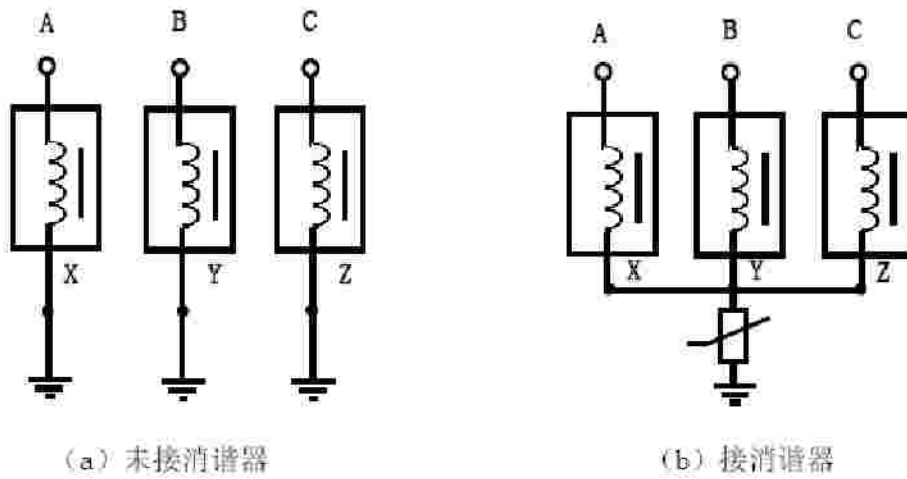

图 2 三只单相 P, T 分别接地安装消谐器的改接方法
6.1 LY-LXQ型消谐装置的本体必须安装在压变中性点与地之间，下端固定接地，上端接中性点。如图2所示。可以直接固定在压变本体的螺杆上（注意JDZJ-6~10型压变的固定螺栓是不接地的。需将消谐器接地端与接地螺栓相连接）。也可以在以固定在压变附近支架上。